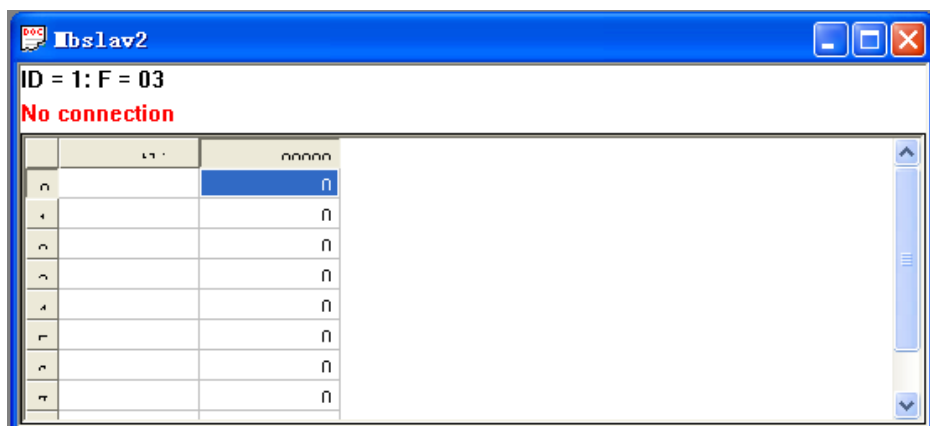

图 5.2 新建从站
2) 点击“File”菜单，选择“New”，弹出 Modbus 模拟从站窗口，如下图 5.2 所示：